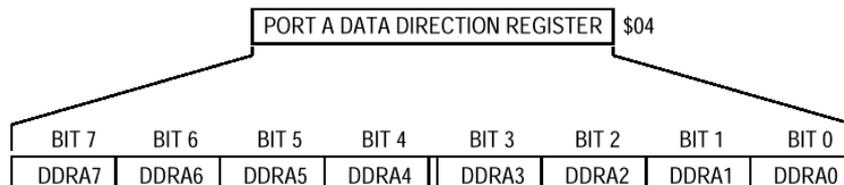
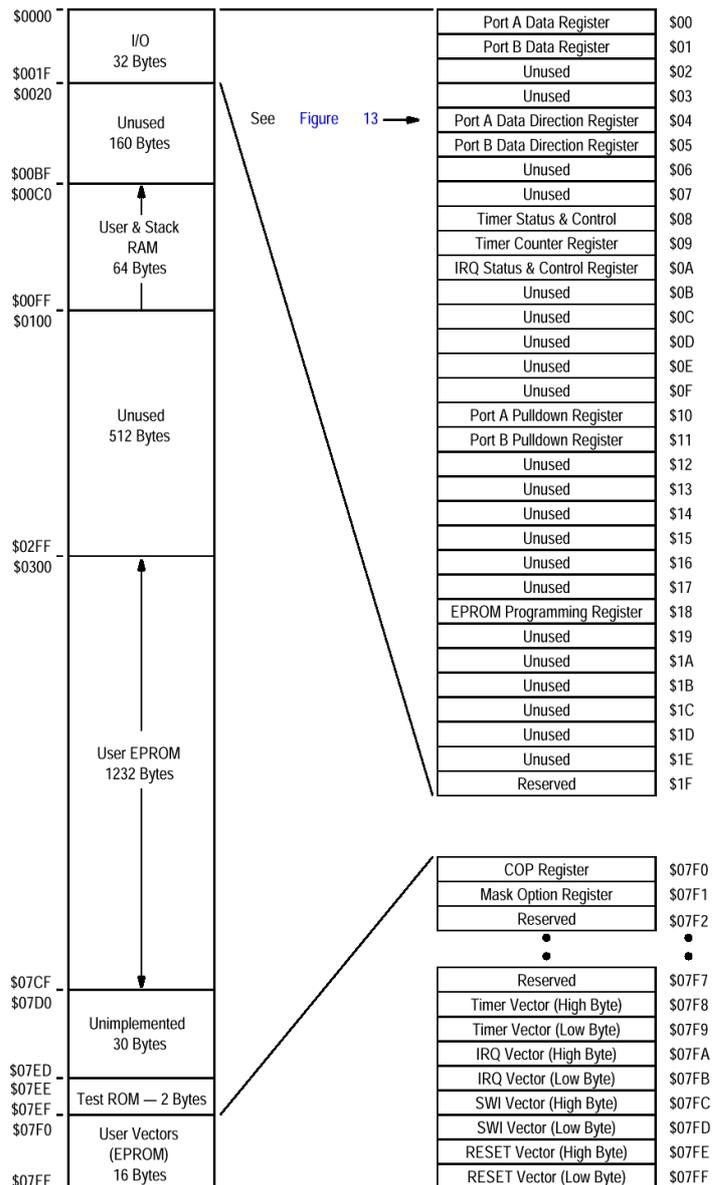
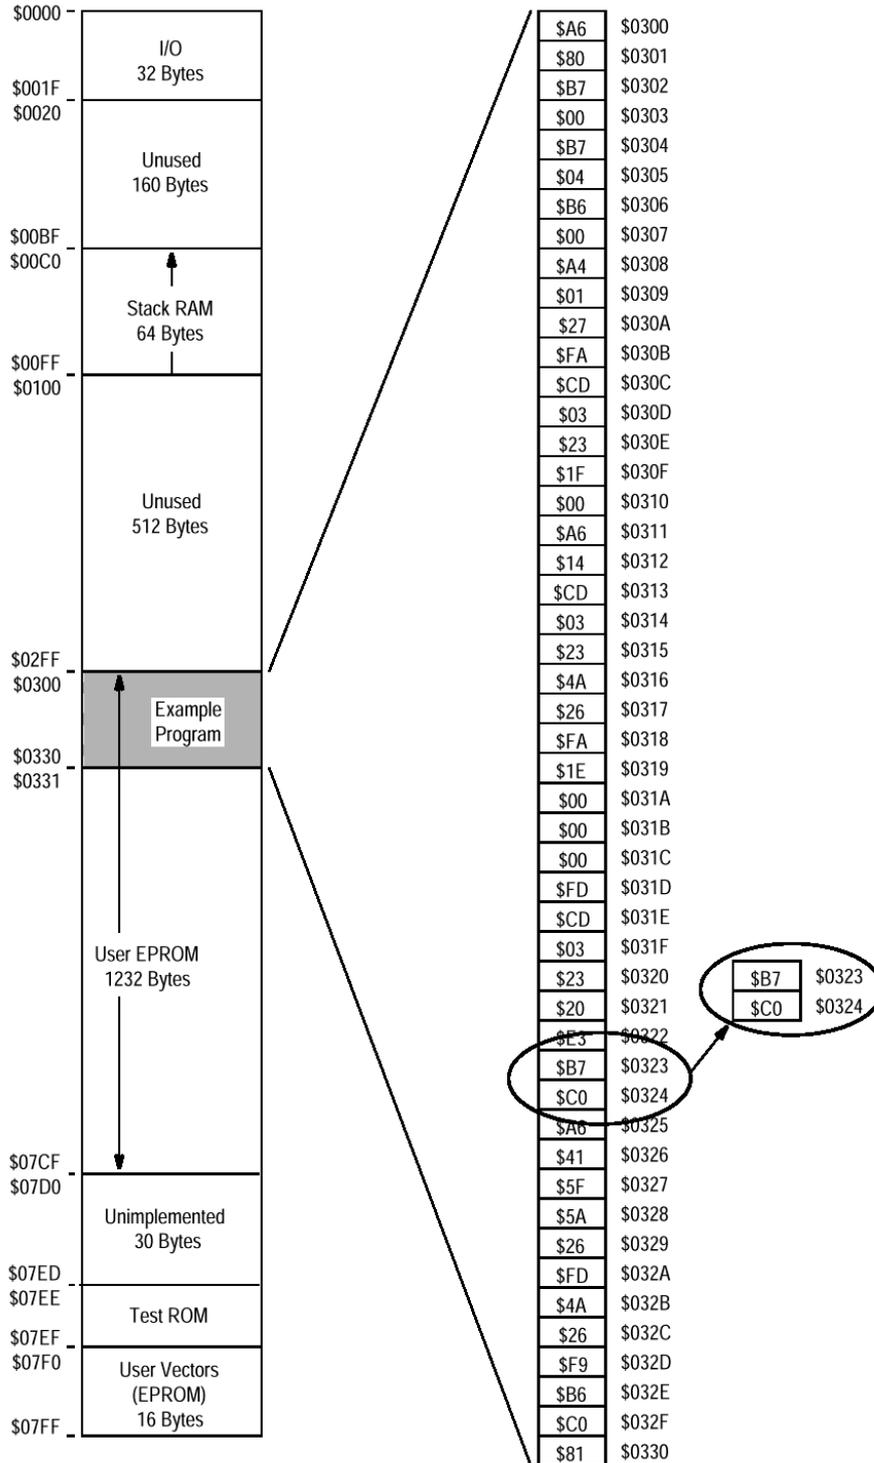

Figura 13. Detalle expandido de una posición de memoria
Figura 14. Mapa de Memoria Típico
Figura 16. Mapa de Memoria del Programa Ejemplo
Puesto que hay más de mil posiciones de memoria en un sistema MCU, es importante saber de alguna manera por donde se ha pasado. Un **mapa de memoria** es una representación gráfica del espacio total de la memoria de la MCU. La Figura 14 es un mapa de memoria típico que muestra los recursos de la memoria del MC68HC705J1A.
A lo largo de la columna izquierda de la Figura 14 se muestran las direcciones, con los valores de 4-dígitos hexadecimales empezando por arriba con \$0000 y aumentando hasta \$07FF en la parte inferior. \$0000 corresponde a la primera posición de memoria (seleccionada cuando la CPU tiene todas las líneas del bus interno de direcciones a 0). \$07FF corresponde a la última posición de memoria seleccionada (cuando la CPU tiene todas las 11 líneas del bus interno de direcciones a 1). La columna siguiente, dentro de rectángulos, se identifican los tipos de memorias (RAM, EPROM, registros de E/S, etc. , que residen en una área particular de memoria). Cada rectángulo puede interpretarse como una fila de 2048 casillas (posiciones de memoria) y cada una de estas contiene ocho bits de datos como lo muestra la Figura 13.
En el mapa de memoria de la Figura 14, la expansión del área de memoria de E/S identifica cada posición del registro con los dos dígitos de la parte baja de su dirección en lugar de los 4-dígitos completos de la dirección.
La Figura 16 muestra un mapa de memoria del MC68HC705J1A y donde está situado el programa de ejemplo en la memoria de la MCU. Esta figura es la misma que la Figura 14 excepto que se ha extendido una porción diferente del espacio de memoria para mostrar los contenidos de todas las posiciones del programa de ejemplo. La Figura 16 muestra que la CPU ve, el programa de ejemplo, como una sucesión lineal de códigos binarios, incluyendo las instrucciones y los **operandos**, en posiciones de memoria sucesivas. Un operando es otro valor del "opcode" que la CPU necesita para completar la instrucción. La CPU empieza este programa con su contador de programa (PC) apuntando al primer byte del programa. Cada 'opcode' de la instrucción le dice a la CPU qué tipo y cuántos operandos (si es que tiene alguno) van con esa instrucción. De esta manera, la CPU puede permanecer alineada a los límites de la instrucción, aunque la mezcla de "opcodes" y de operandos pueden confundir.
Se puede estudiar cuidadosamente el programa de ejemplo en el Listado 1 y el mapa de memoria en la Figura 16. Se debe encontrar la línea que se muestra a continuación, en el **Listado 1. Programa Ejemplo**, donde empieza la primera instrucción de la subrutina DLY50 con sus dos bytes B7 C0.
También en la Figura 16 se pueden ver resaltados los dos bytes.